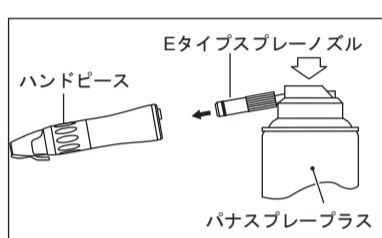

図7
- 3) スプレーノズルをハンドピース後部へ挿し込み、ハンドピースを押さえて、ハンドピース先端よりオイルが出るまで2~3秒スプレーします。注油は先端から異物等の汚れが出なくなるまで繰り返していきます(図7)。